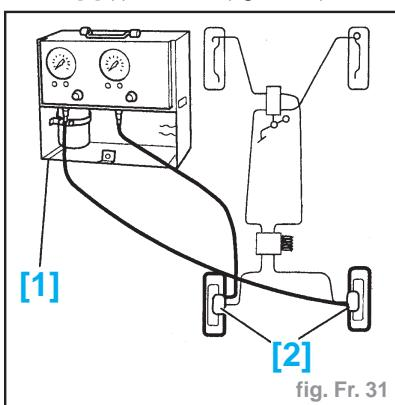

fig. Fr. 31
- Brancher les raccords de prise de pression [2] à la place des vis de purge puis l'appareil de contrôle des pressions [1] (-.0808-ZY) (fig. Fr. 31).